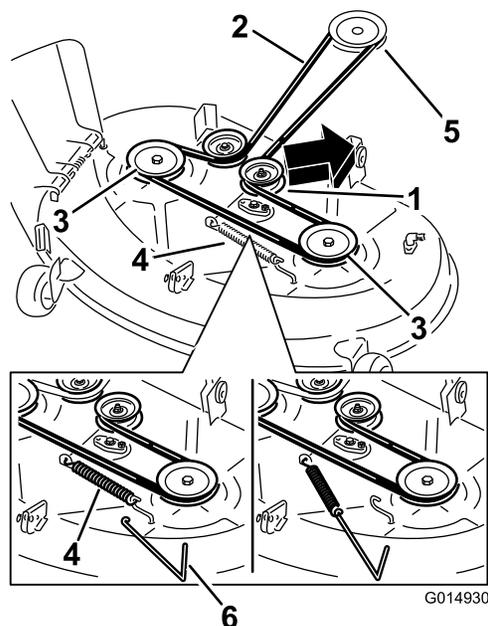

Figure 60
5. À l'aide d'un outil de dépose de ressort (réf. Toro 92-5771), décrochez le ressort du crochet sur le tablier pour détendre la poulie de tension, et déchaussez la courroie des poulies (Figure 60).
6. Acheminez la courroie neuve autour de la poulie du moteur et des poulies du tablier de coupe (Figure 60).
7. À l'aide d'un outil de dépose de ressort, accrochez le ressort au crochet situé sur le tablier pour tendre la poulie de tension et la courroie du tablier de coupe (Figure 60).